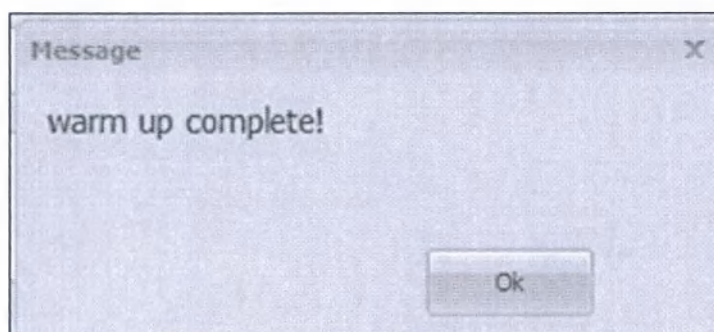

Рисунок 39 Окно завершения разогрева рентгеновской трубки
- Когда строка состояния дойдет до конца, разогрев трубки завершится, и появится сообщение «Разогрев завершен» ("Warm Up Complete") (см. рис. 39).